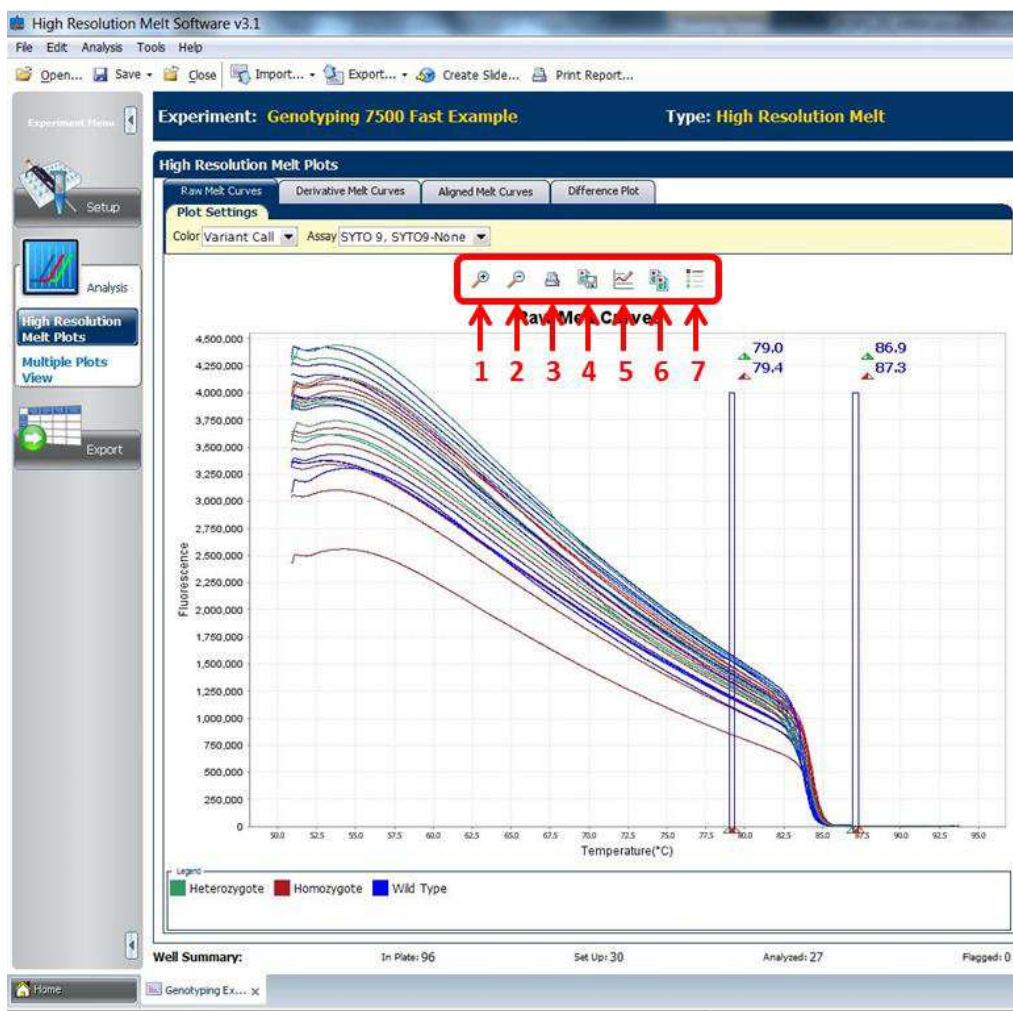

Fig. 5b
Utilize as funções logo acima do gráfico (Fig. 5b) para: zoom in (1), zoom out (2), imprimir a figura (3), salvar a imagem do gráfico (formato .jng) (4), alterar as propriedades do gráfico (5), copiar a imagem do gráfico (6) e omitir a legenda (7) (Fig. 5b)